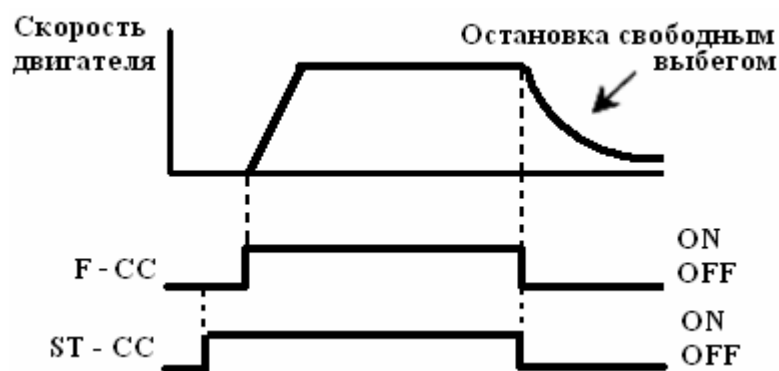

Рис. 2.7. Плавный пуск и останов свободным выбегом асинхронного электродвигателя
По умолчанию инвертор настроен на останов с плавным торможением. Для остановки свободным выбегом закрепите функцию «1 (ST)» за свободным входом с помощью функции программирования терминалов. Установите параметр  $F103 = 0$ . Для остановки свободным выбегом разомкните клеммы ST-CC в тот момент, когда двигатель нужно будет остановить по схеме, приведенной справа (рис. 2.7). На дисплее в этот момент будет отображено **OFF**.